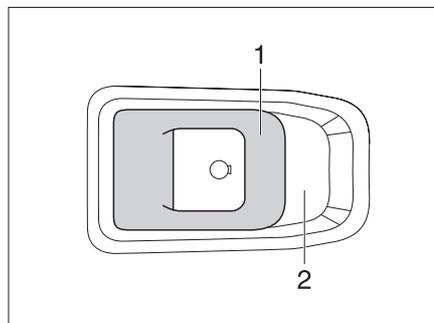

Bild 37 Türschloss Eingangstür, innen
- Öffnen: ■ Griff (Bild 37,1) ziehen.
- Verriegeln: ■ Griff (Bild 37,1) in die Griffschale (Bild 37,2) drücken.